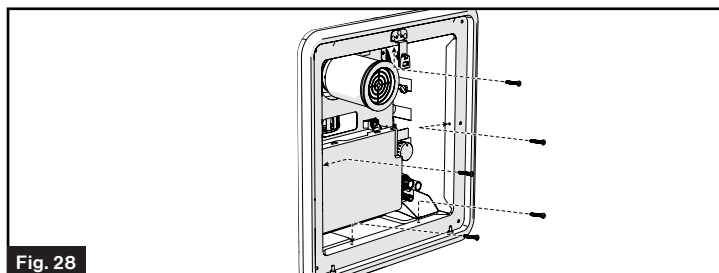

Fig. 28
6. Alinee los agujeros del cuerpo del calentador de agua con los agujeros de la brida de la puerta, monte el marco de la puerta en su posición utilizando 5 tornillos de cabeza plana #8 (mínimo 1") (no suministrados). (Fig. 28)